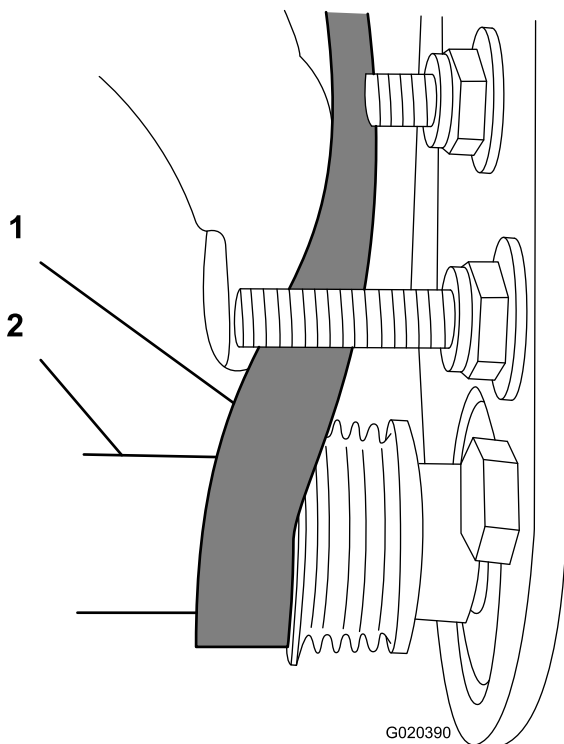

图 24
- C. 使用 9/16 英寸 深套管旋转滚筒刷组件并把皮带引入从动皮带轮图 24。